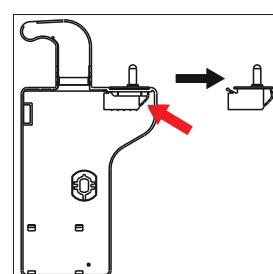

Fig. 3
- ▶ Presione hacia abajo la lengüeta marcada del contacto de puerta para poder retirarlo de la cubierta de bisagra (1) (fig. 3).